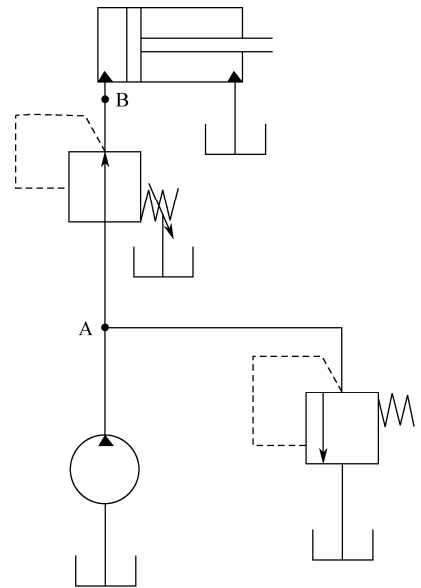

图 2-3-3
1. 如图 2-3-3 所示回路, 活塞面积为  $0.01\text{m}^2$ , 减压阀调定压力为  $2.0\text{MPa}$ , 溢流阀调定压